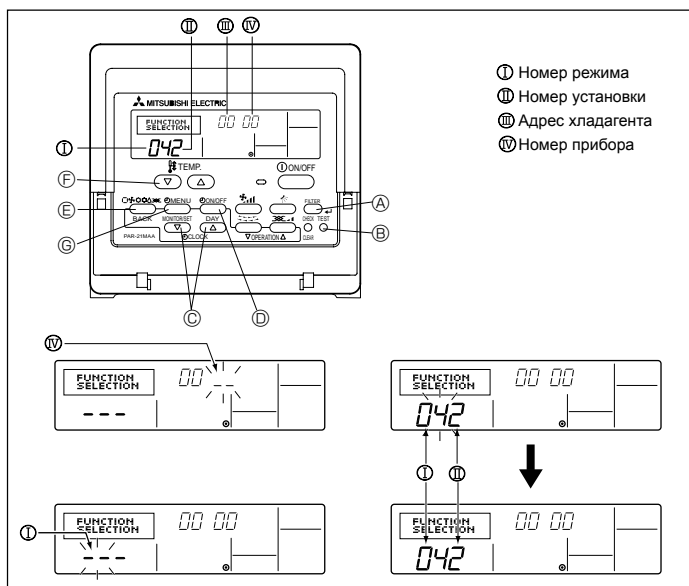

Fig. 6-8
- 1) Для проводного пульта дистанционного управления (Fig. 6-8)**